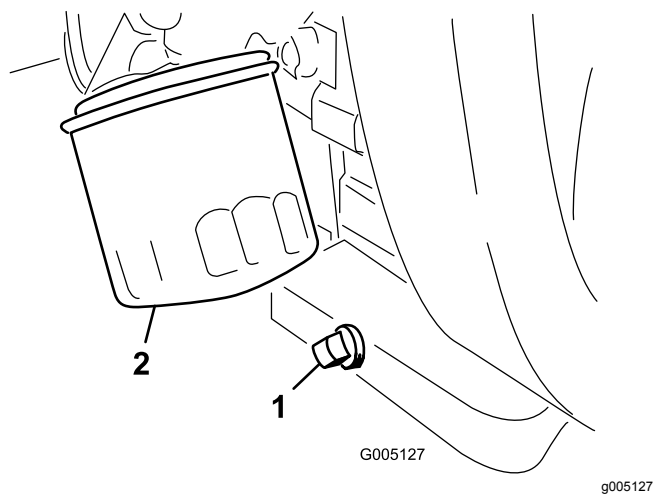

Figura 30
1. Togliete il tappo di spurgo (Figura 30) e lasciate defluire l'olio in una bacinella.
2. Pulite i filetti del tappo di spurgo, applicate sigillante PTFE e montate il tappo di spurgo (Figura 30).
3. Togliete il filtro dell'olio (Figura 30).